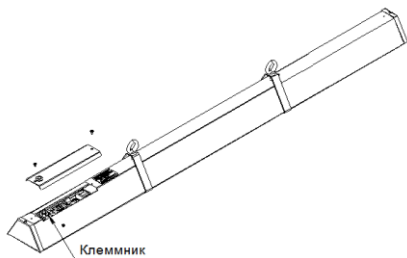

Рисунок 2. Схема установки светильника
5.3. Открутить крышку. Сетевой провод завести во втулку резиновую в крышке (рисунок 2). Подсоединить сетевые провода согласно схеме подключения (рисунок 4). Подсоединить светильник к сети.